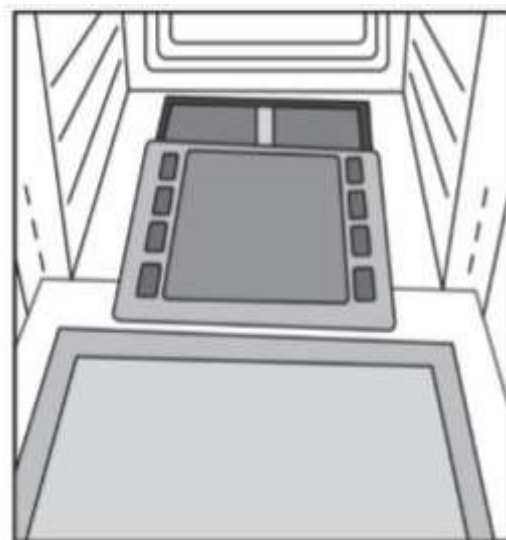

Рис. 9
- выдвиньте и удалите нижний поддон (рис. 9);